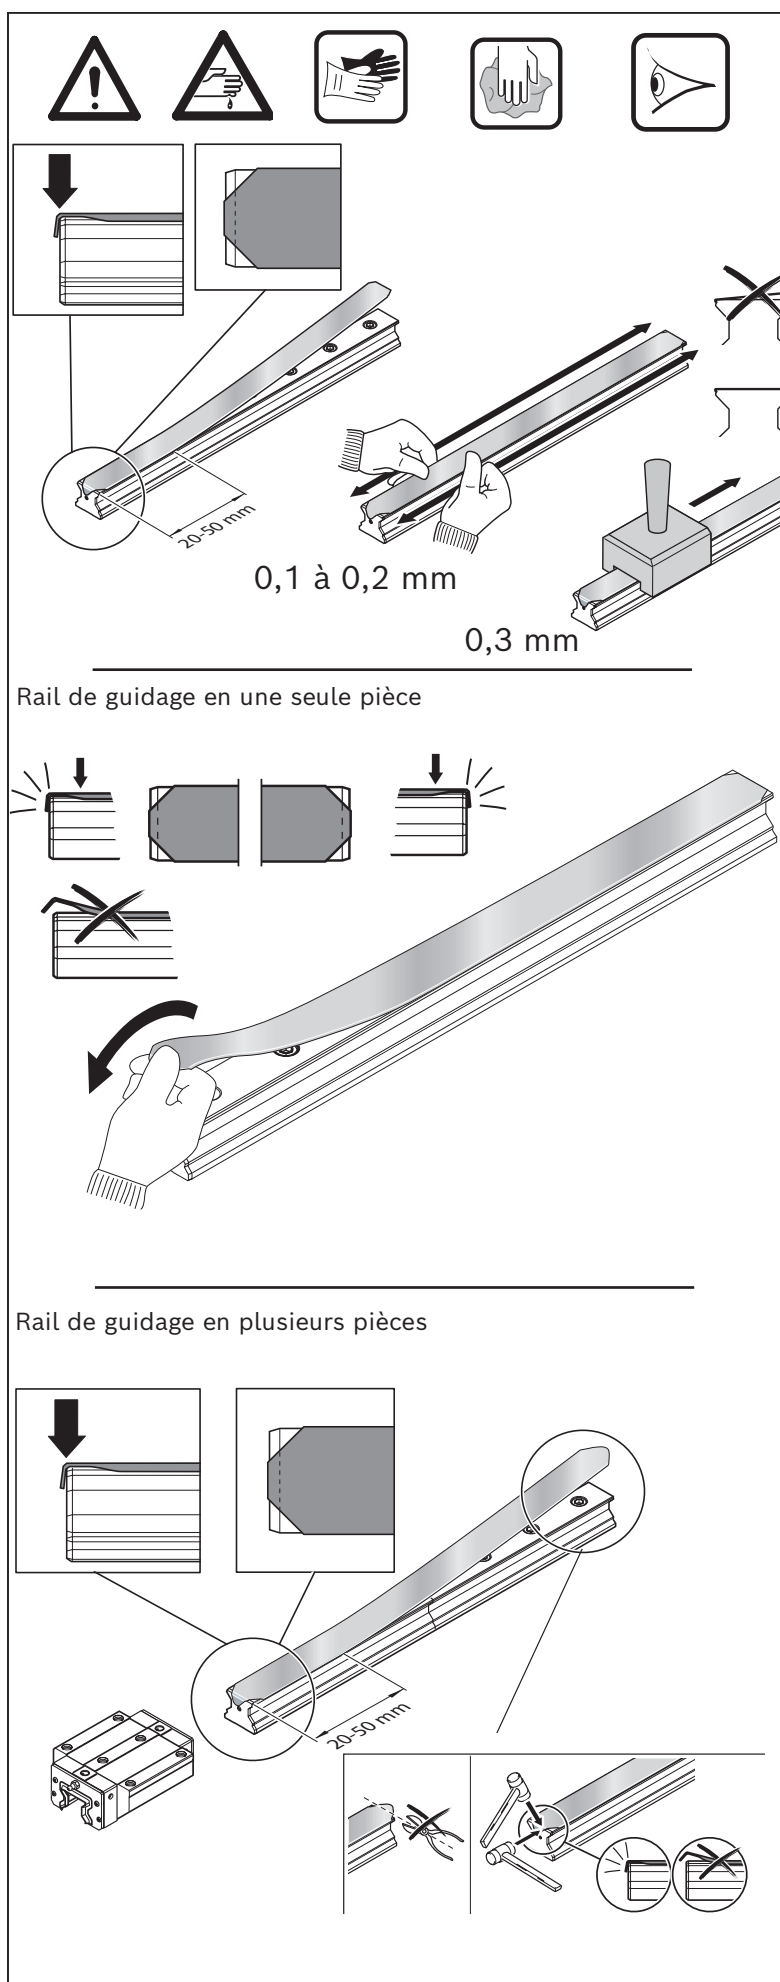

Fig. 35: Montage de la bande de protection
- Le cas échéant, raccourcir la languette repliée jusqu'à ce que le taraudage de la face avant soit visible ➡ Fig. 35